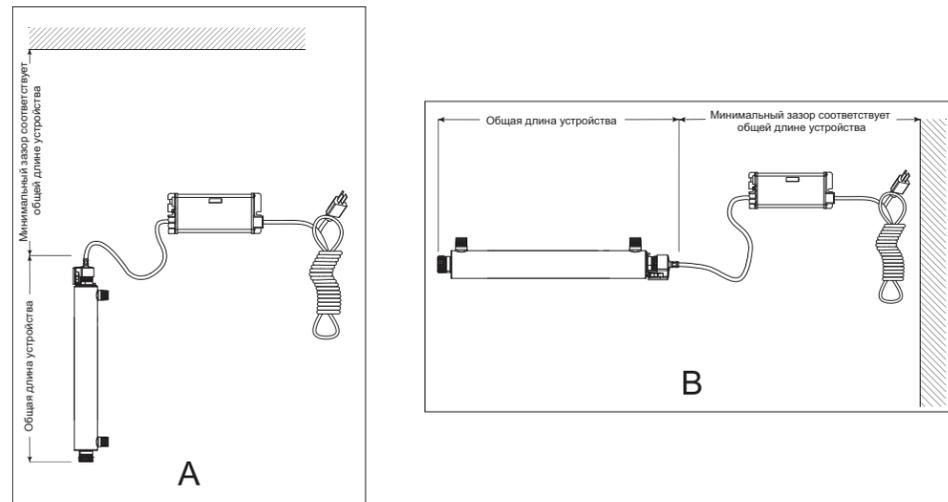

Рисунок 4 Установка системы дезинфекции — вертикальное и горизонтальное положение
- Выберите подходящее место для установки системы дезинфекции и соответствующих компонентов. Поскольку рекомендуется установка GFCI, следует рассмотреть такую возможность до начала установки. Систему можно установить в вертикальном положении (входным портом вниз), как показано на Рисунок 4 А, или в горизонтальном положении, как показано на Рисунок 4 В. Однако наиболее предпочтительна установка в вертикальном положении. При выборе местоположения для установки оставьте достаточно места для снятия УФ-лампы и/или кварцевой трубки (как правило, оставляют достаточно места для самой УФ-камеры).